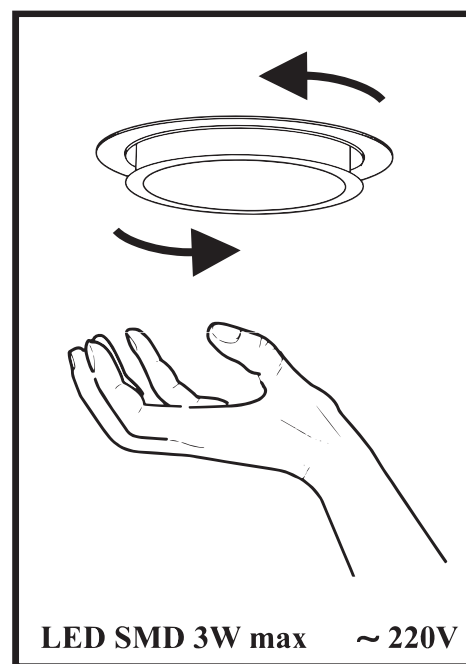

Рис.8
8.9 На вытяжке установлении **LED SMD** лампы подсветки рабочей зоны плиты. Перед началом замены ламп освещения необходимо отключить вытяжку вот электросети, дать возможность охладеть лампам. Для замены лампы необходимо снять фильтры, отжать держателя патрона на себя, чтобы лампа вышла из корпуса вытяжки, удерживая держателя патрона, слегка надавит на лампу у направлении патрона и, повернул ее против часовой стрелки, вынуть (**рис.8**). Вместо нее необходимо установит новую с теми же характеристиками и установит фильтры.